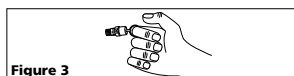

Figure 3
- Ce produit est conçu pour l'utilisation sur un circuit nominal de 120 volts et à une fiche de terre comme indiquée sur le Figure 3. Assurer que le produit est branché à une prise de courant qui a la même configuration que la fiche.